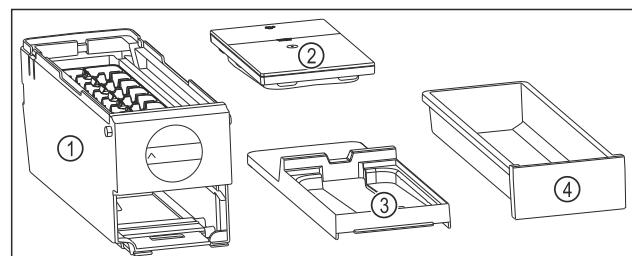

Fig. 114 Sastavni dijelovi sustava EasyTwist-Ice
- EasyTwist-Ice je rastavljen u četiri dijela. (pogledajte Fig. 114)
- ▶ Sustav EasyTwist-Ice rastavite samo u dijelove prikazane slikom. (pogledajte Fig. 114)
- ▶ Tijelo sustava EasyTwist-Ice Fig. 114 (1) čistite kao cjelinu.